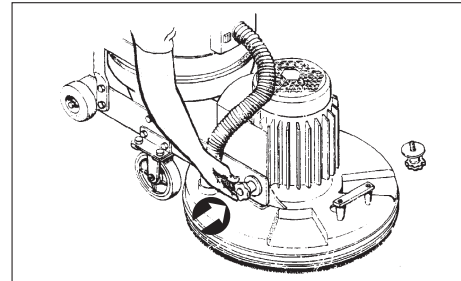

Abbildung 6
3. Montieren Sie die Schleifeinheit am Wagenrahmen, indem Sie die zwei Handnoppen durch den Rahmen an der Schleifeinheit befestigen (siehe Abbildung 6). Verwenden Sie dabei die Exzenter am Wagenrahmen, um die Schleifeinheit ordnungsgemäß am Wagenrahmen auszurichten. Richten Sie die Haken auf den Distanzscheiben mit denjenigen auf dem Rahmen aus: eines rechts, zwei links.